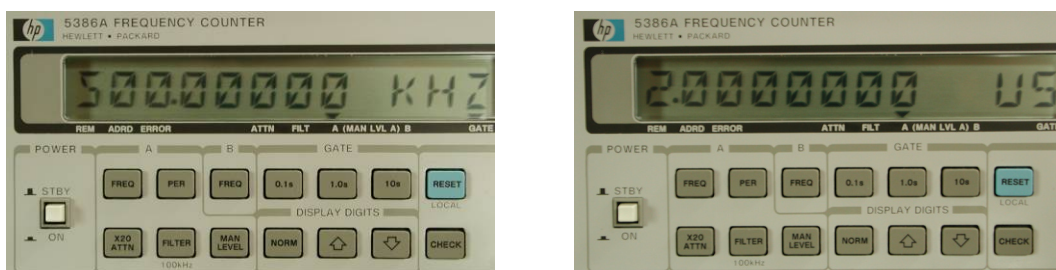

Abbildung 1
- Stellen Sie die Frequenz mit einem nichtleitenden Schraubenzieher am Trimmkondensator C106 exakt auf 500.000 kHz bzw. die Periodendauer auf 2.000us ein (siehe Abbildung 1).